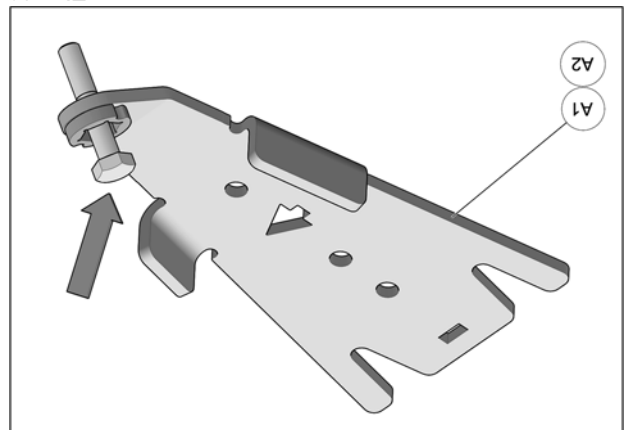

Fig. 13
4. Insérer un boulon à l'extrémité de chacun des ancrages de suspension avant (A1-A2). Fig. 13
ATTENTION: Assurez-vous d'insérer le boulon dans le bon sens. Voir la Fig. 13